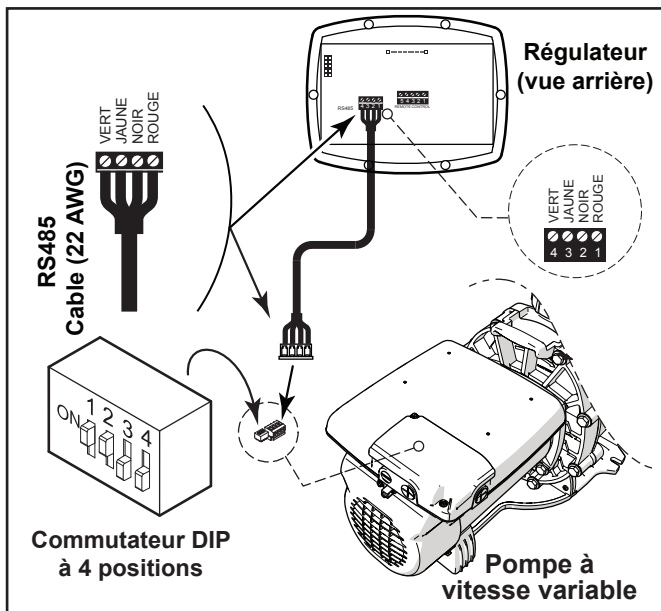

Figure 4. Raccordement du régulateur à la pompe à vitesse variable
- Attacher les quatre (4) fils dans le câble RS-485 au connecteur RS-485. S'assurer que les couleurs correspondent aux positions sur le connecteur. Voir la Figure 4.
- Configurer l'ensemble de commutateurs DIP pour le régulateur de la pompe avec le 1 et le 2 à la position ON (activé) et les 3 et 4 à la position OFF (désactivé). Voir la Figure 4.
Pour l'ePump™ et la pompe VS-FHP2.0, le commutateur DIP à 4 ou 5 positions est situé à l'arrière de la pompe, comme illustré dans les figures 4 et 5.